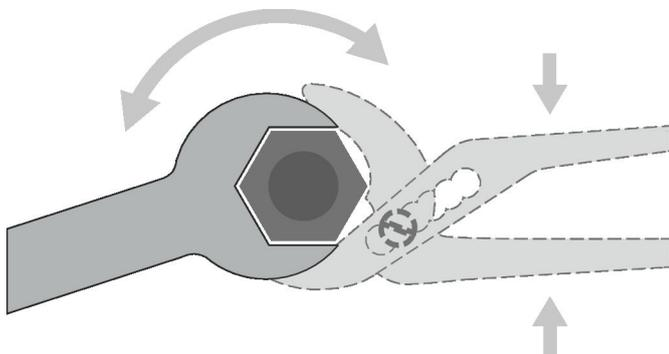

Abb. 29: Mit Rohrzanze gegenhalten
1. ▶ Den Gewindeanschluss des Wärmeübertragers mit einer Rohrzanze (Abb. 29 /2) fixieren.
2. ▶ Den Wärmeübertrager unter permanentem Gegenhalten des Gewindeanschlusses mit einem Sechskantschlüssel (Abb. 29 /1) an den bauseitigen Anschluss anschließen.